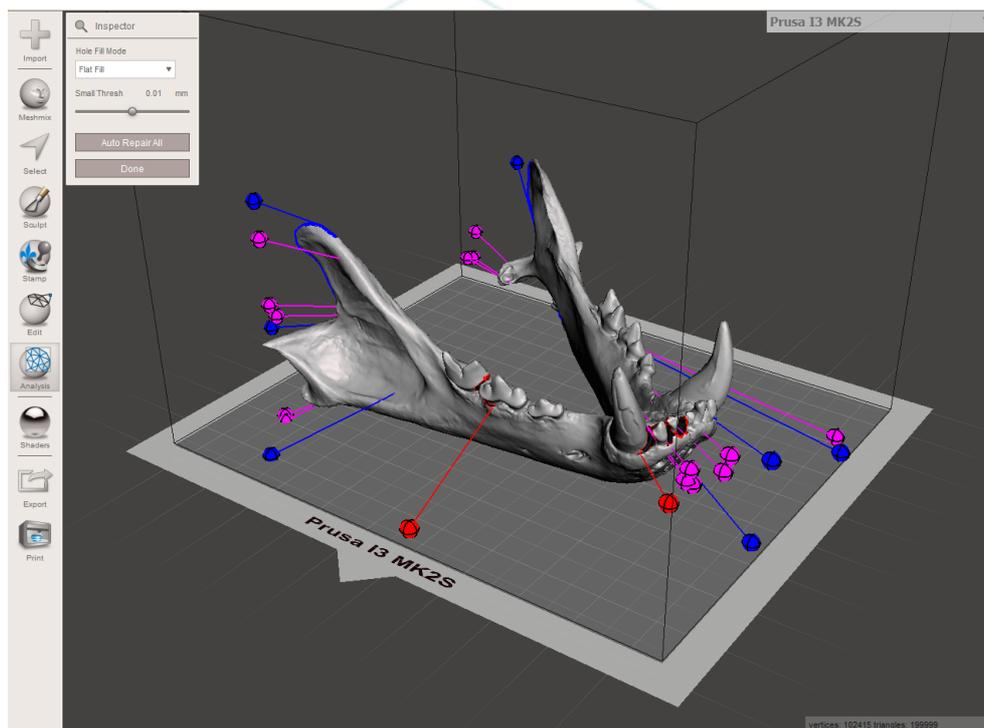

Figura 14 Analisi Generale con Meshmixer [30]
- [30] Figura 14: Analisi generale con Meshmixer. Fonte: CETEM